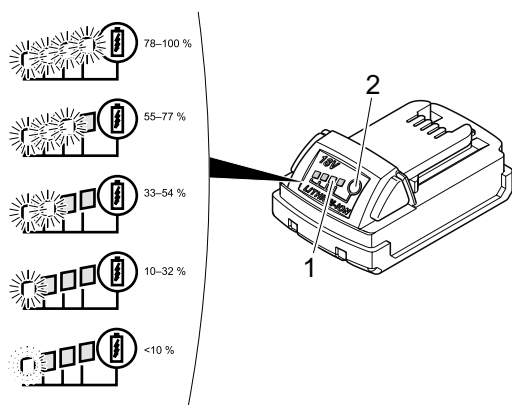

Fig. 9: Comprobación del nivel de carga de la batería
► Pulse el botón (Fig. 9/2).
El número de LEDs iluminados (Fig. 9/1) muestra el estado de carga. Un LED intermitente indica un nivel de carga inferior al 10 %.